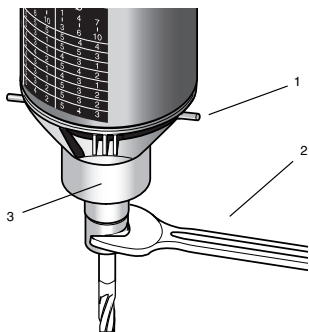

Fig. 3
1. Den Blockierstift (1) in die dafür vorgesehene Bohrung im unteren Flansch stecken (siehe Fig. 3). Eventuell muss durch Drehung an der Motorwelle die Querbohrung in der Welle erst gesucht werden.
3. Mit dem beigelegten Schlüssel (2) die abgeflachte Überwurfmutter (3) aufdrehen (siehe Fig. 3) und Werkzeug aus Spannzange entnehmen. Neues Werkzeug einführen und Überwurfmutter wieder gefühlvoll anziehen. Es ist darauf zu achten, dass vorher die passende Spannzange in die Welle eingesetzt wird.